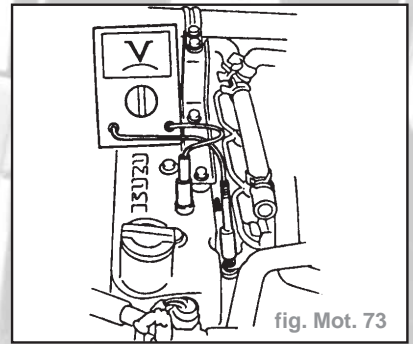

fig. Mot. 73
- Brancher le boîtier de contrôle entre la bougie de préchauffage et la masse du moteur (fig. Mot. 73).